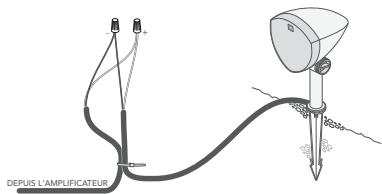

Figure 6
- En commençant par l'enceinte la plus éloignée de l'amplificateur, dénudez 3/4 po d'isolation sur l'extrémité coupée des câbles pleine terre pour le canal d'amplification approprié, conformément aux tableaux ci-dessous, puis dénudez l'isolation des extrémités du câble de l'enceinte correspondante (voir la Figure 6).
- Connectez le câble pleine terre au câble de l'enceinte à l'aide d'un collier de serrage (voir Figure 6).